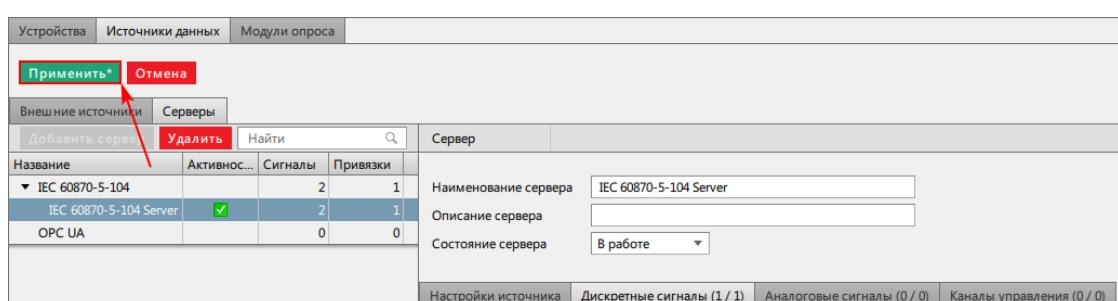

Рисунок 193 - Сохранение результата
11. Нажмите **Применить** (Рисунок 193).